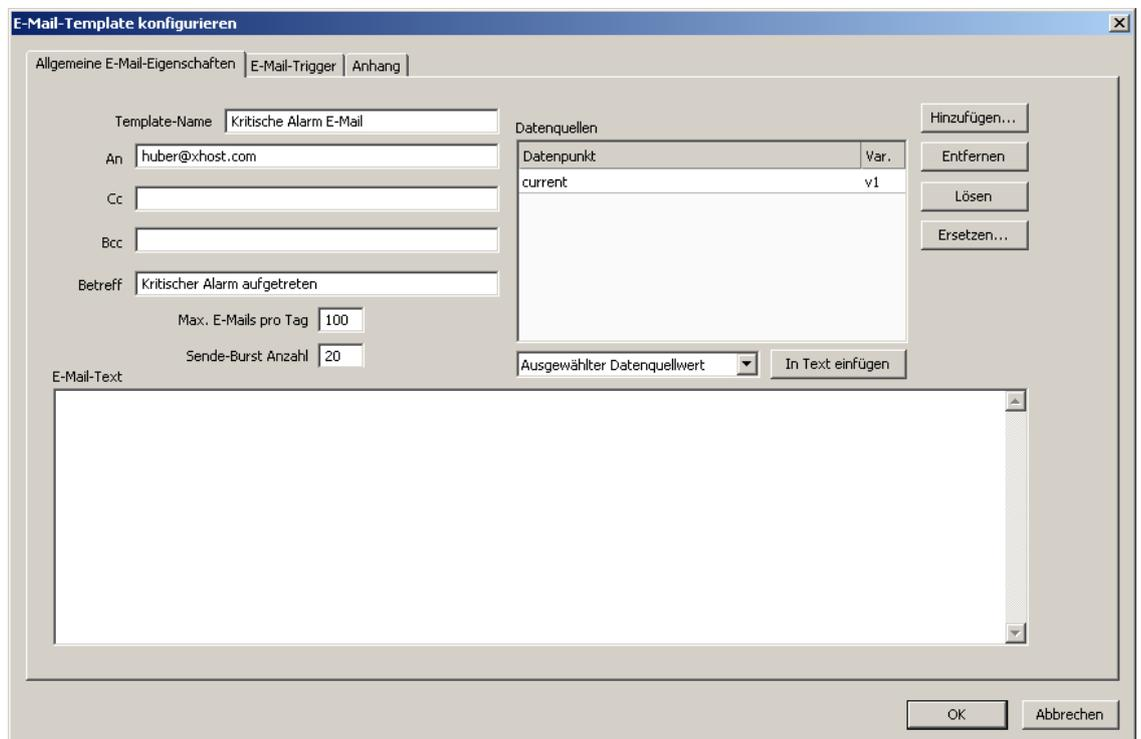

Abbildung 130: Dialogfenster zum Konfigurieren einer E-Mail-Vorlage
3. Im Dialog **E-Mail-Template konfigurieren**, der in Abbildung 130 dargestellt ist, geben Sie unter **An** die Empfängeradresse und unter **Betreff** den Betreff ein. Optional können auch Adressen in **Cc** und **Bcc** angegeben werden.